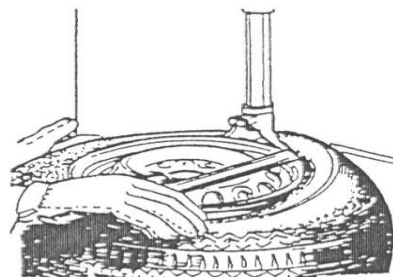

FIG. 6
6) Inserte la palanca entre la ceja de la llanta y la sección frontal de la cabeza de montaje (fig. 6).